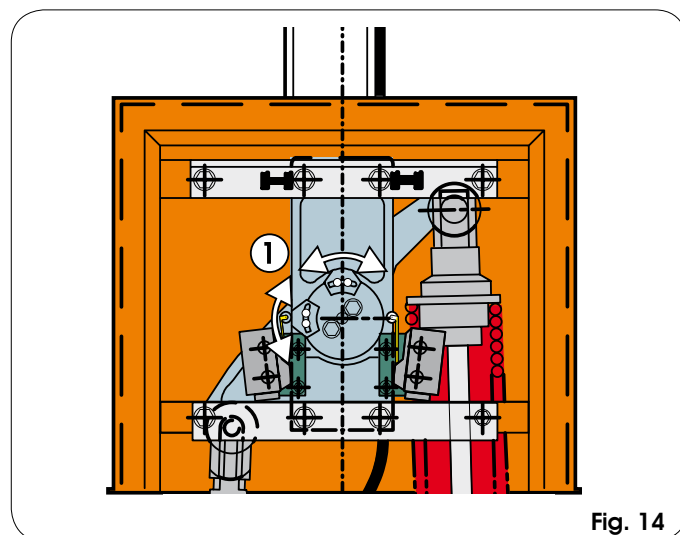

Fig. 14
- 1) Stel de nokken van de eindaanslag af door de inbuschroeven los te draaien zoals in fig. 14 rif. a. Zet, om de vertragingshoek te vergroten, de nok dichtter naar de bijbehorende eindaanslag. Zet, om de vertragingshoek te verkleinen, de nok verder van de bijbehorende eindaanslag.